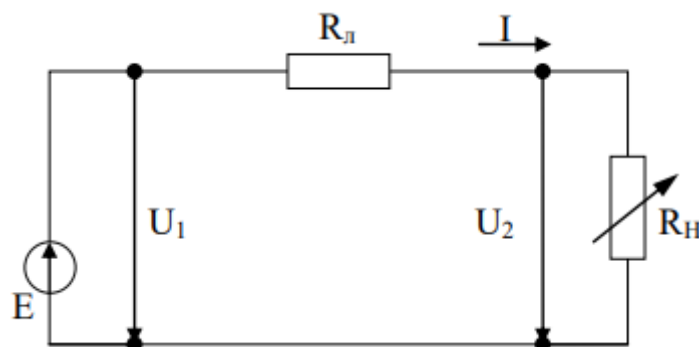

Рис.1.3. Эквивалентная схема цепи с линией передачи
Далее используя вкладку «Рисовать» необходимо добавить необходимые компоненты исследовательской схемы (рис. 1.3). Используемые в лабораторной работе компоненты схемы отмечены стрелками на рис. 1.5-1.6.
1. Ознакомиться со схемой экспериментальной установки (рис. 1.3), определить параметры элементов схемы по табл.1.2. согласно варианту задания.
2. Собрать электрическую схему в симуляторе и настроить параметры компонентов согласно варианту задания (рис. 1.3).